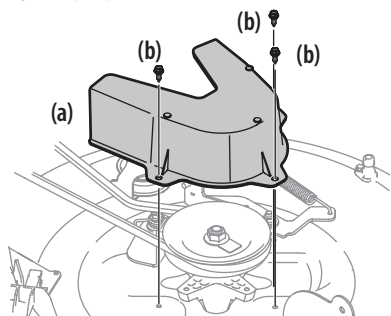
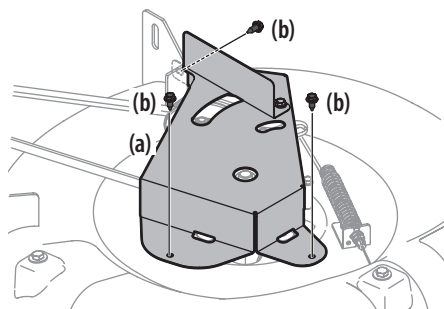

Figura 34
Figura 35
- Extraiga la cubierta de la correa de la plataforma (a), para lo cual deberá retirar los tres pernos hexagonales (b) que la sujetan. Consulte la Figura 34 para plataformas de 30" y la Figura 35 para plataformas de 24".